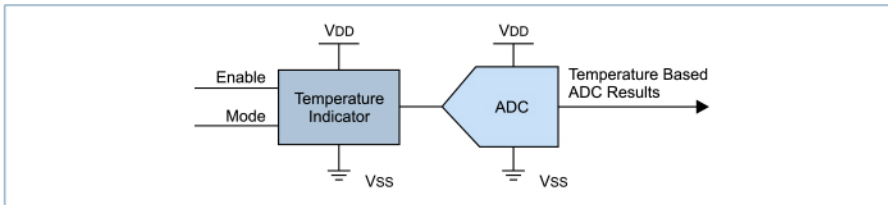

Рис. 17. Измерение температуры
**Примеры применений (рис. 17):**